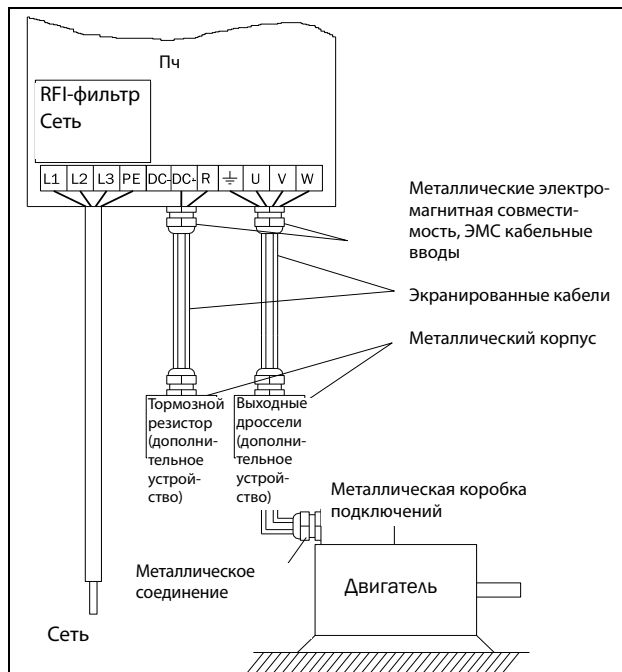

Рис. 66 Подключение кабелей двигателя и сетевого питания
1. Подключите сетевой кабель в соответствии с Рис. 66. Преобразователь частоты в стандартном исполнении оснащен сетевым фильтром помех категории 3, который соответствует промышленному применению.
Подключите кабели двигателя в соответствии с Рис. 66. Согласно Нормам EMC, необходимо использовать экранированные кабели и подключить экран кабеля двигателя с обеих сторон: к корпусу двигателя и корпусу преобразователя частоты.